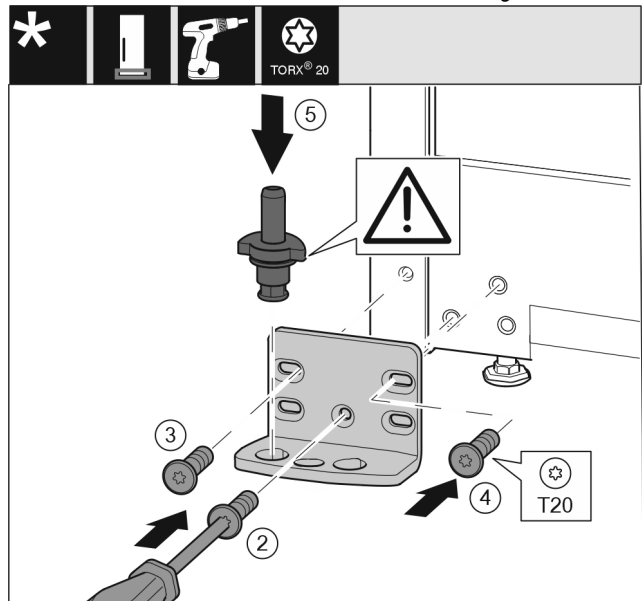

Fig. 15
- ▶ Ložiskovú konzolu nasadíte na druhú stranu a priskrutkujete ju pomocou skrutkovača T20. Začnite skrutkou 2 dole v strede. Fig. 15 (2)
- ▶ Pevne zaskrutkujte skrutku 3 a 4. Fig. 15 (3,4)
- ▶ Ložiskový čap úplne nasadíte. Dbajte pritom na to, aby zaistovací doraz ukazoval smerom dozadu. Fig. 15 (5)